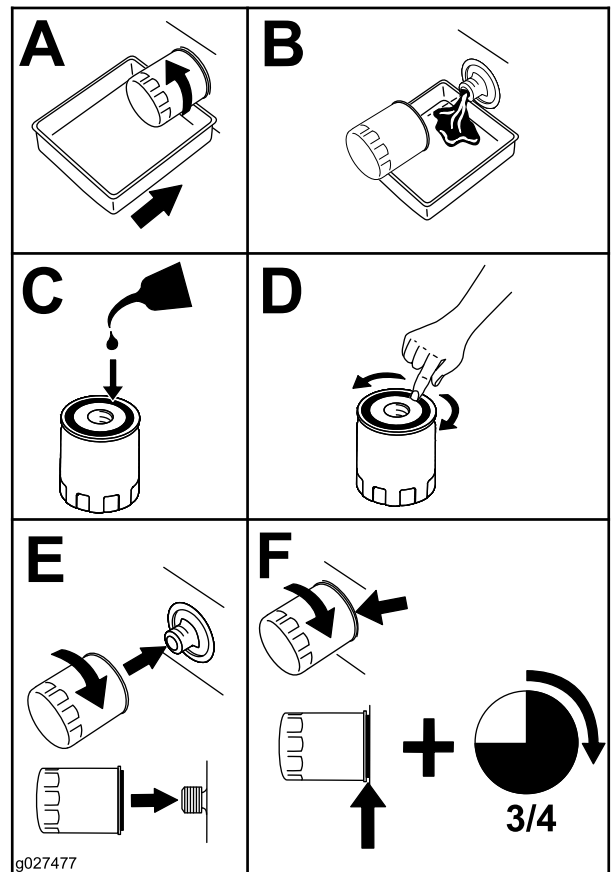

Figure 41
5. Remplacez le filtre à huile moteur (Figure 41).